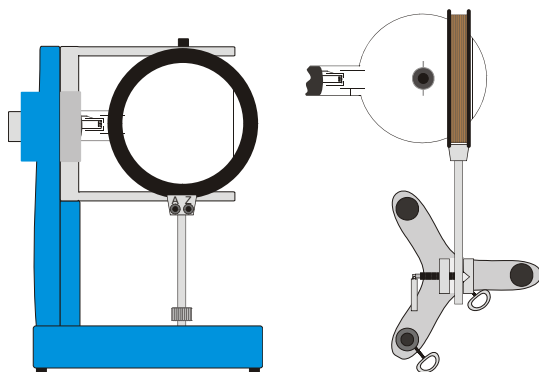

Fig. 2 Instalando a bobina (à esquerda: no suporte para tubo, à direita: em pé de apoio)
- Colocar uma bobina no suporte para tubos de modo que a tela luminescente seja inteiramente envolvida por ela. De modo alternativo, a bobina também pode ser montada num pé de apoio (veja fig. 2).